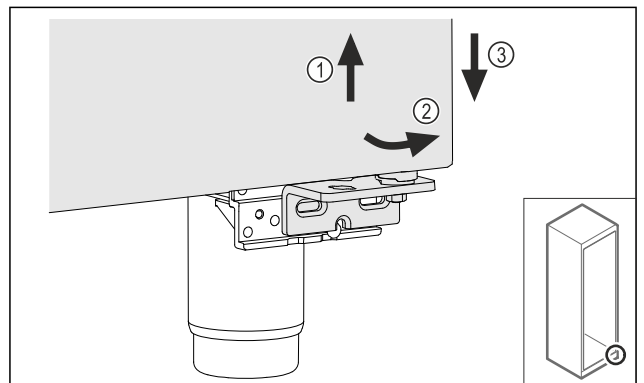

Fig. 26
- Nosta ovea hieman Fig. 26 (1), kallista alhaalta eteenpäin Fig. 26 (2) ja laske alas Fig. 26 (3).